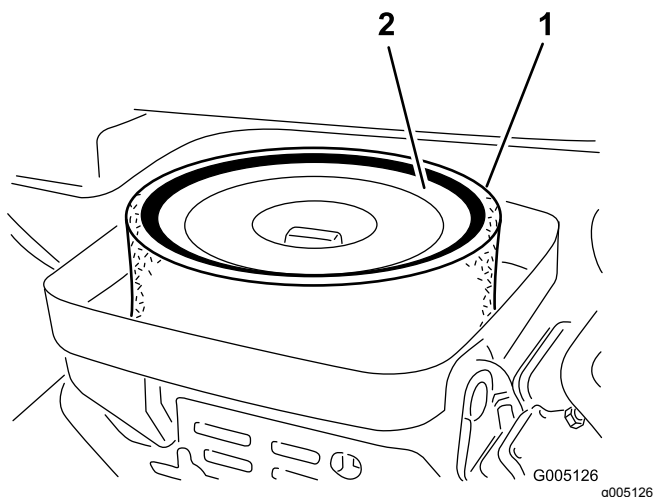

Figura 32
3. Retire a porca que fixa os elementos de filtragem ao corpo do filtro de ar (Figura 32).
4. Se o elemento de esponja se encontrar sujo, deverá retirá-lo do elemento de papel (Figura 32). Limpe-o cuidadosamente, da seguinte forma: